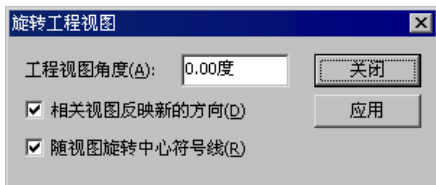

图 6.3.9 “旋转工程视图”对话框
右击要旋转的视图，在弹出的快捷菜单中依次选择 **缩放/平移/旋转** → **旋转视图 (R)** 命令，系统弹出图 6.3.9 所示的“旋转工程视图”对话框，在工程视图角度文本框中输入要旋转的角度值后，单击 **应用** 按钮即可旋转视图，旋转完成后单击 **关闭** 按钮；也可直接将鼠标移至该视图中，按住鼠标左键并移动以旋转视图。